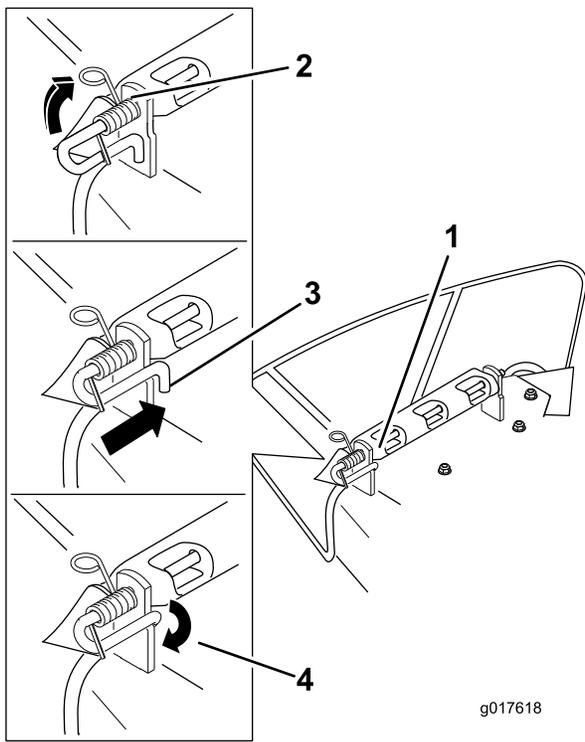

Figure 74
4. Positionnez le nouveau déflecteur d'éjection en plaçant les extrémités du support entre les supports soudés du plateau, comme montré à la Figure 74.
7. Soulevez le côté du ressort avec la boucle et placez-le dans le cran du support de déflecteur (Figure 74).
8. Fixez l'ensemble tige et ressort en le tournant de sorte à placer l'extrémité courte de la tige derrière le support avant soudé au plateau de coupe (Figure 74).